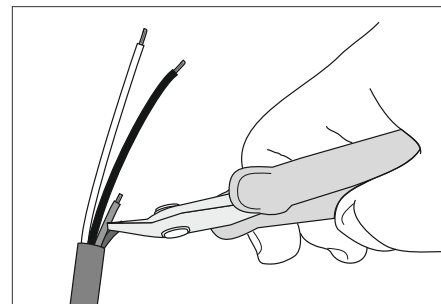

Fig. 3
N.B.: Si raccomanda di tagliare ed isolare i terminali che non verranno utilizzati (vedi fig. 3).
N.B.: Take care to cut and insulate the ends that will not be used (see Fig.3).